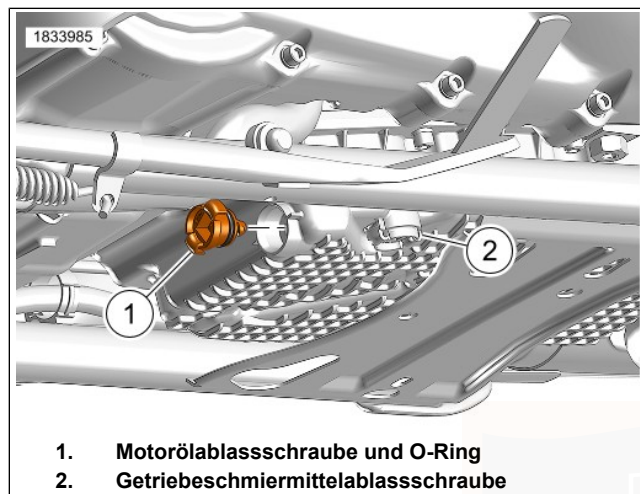

Abbildung 87. Ölablassschraube
- a. Siehe Abbildung 87. Die Motorölablassschraube und den O-Ring (1) ausfindig machen.